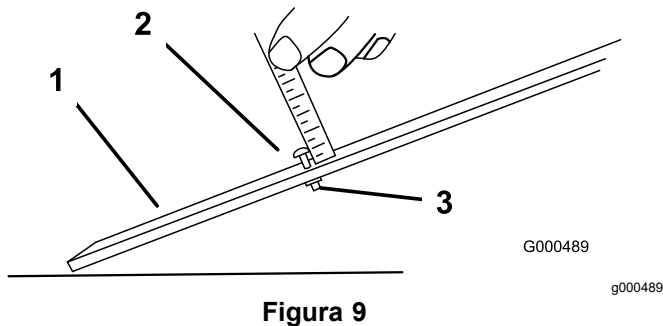

Figura 9
1. Slăbii piulia de pe bara de distanare i setai urubul de reglare la înălțimea de tăiere dorită (Figura 9).